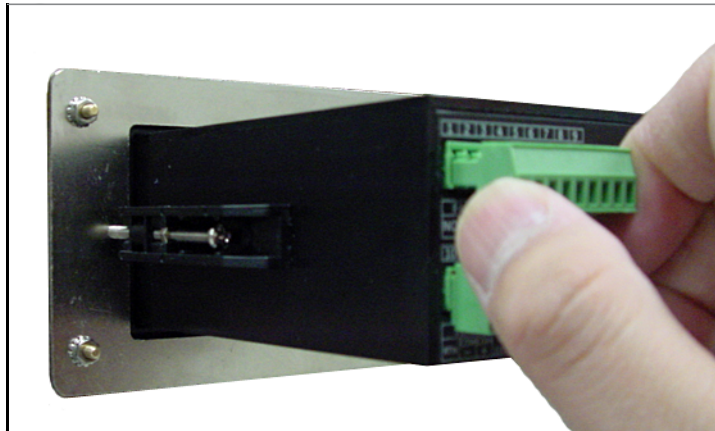

Figure 30: Entfernen des oberen Steckers
1. Ziehen Sie den Stecker von der oberen Klemmenleiste an der Rückseite des **dew.IQ** ab (siehe *Figure 30* unten).
1. Ziehen Sie den Stecker von der oberen Klemmenleiste an der Rückseite des **dew.IQ** ab (siehe *Figure 30 on page 27*).